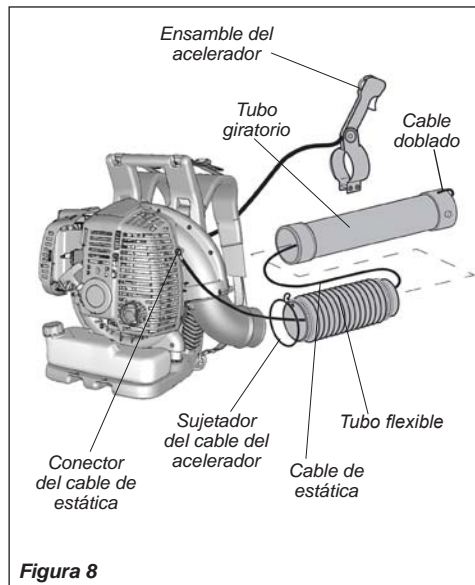

Figura 8
2. Extraiga el cable de estática del paquete y fije las boquillas a la izquierda del tornillo de la tapa del motor. Consulte la Figura 8.
8. Doble el extremo del cable de estática hacia atrás sobre la conexión del tubo giratorio. Consulte la Figura 8.